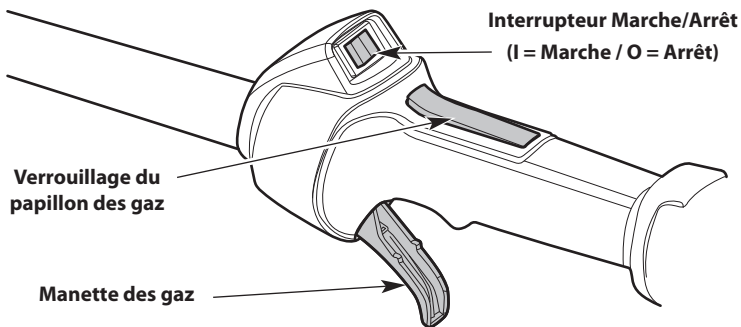

Fig. 14
**REMARQUE :** Il n'est pas nécessaire de démarrer l'appareil. L'interrupteur de marche/arrêt est constamment en position de **Marche (I)** (Fig. 14).
4. Appuyez sur le bouton de verrouillage de la manette des gaz et maintenez-le enfoncé. Serrez la manette des gaz et maintenez-la enfoncée (Fig. 14).
2. Appuyez sur l'interrupteur de marche/arrêt et maintenez-le enfoncé en position de **d'Arrêt (O)** jusqu'à ce que le moteur s'arrête complètement (Fig. 14).